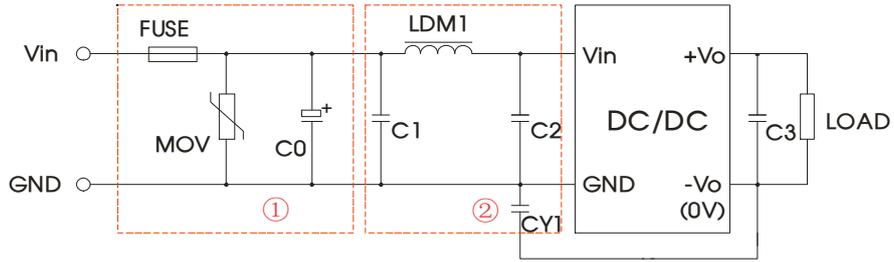

图 3
辐射骚扰	CISPR32/EN55032 CLASS A(裸机)/CLASS B (推荐电路见图 3-②)
脉冲群抗扰度	IEC/EN61000-4-4 ±2kV (推荐电路见图 3-①) perf. Criteria B
浪涌抗扰度	IEC/EN61000-4-5 line to line ±2kV (推荐电路图 3-①) perf. Criteria B
①图 3 中第①部分用于 EMS 测试; 第②部分用于 EMI 滤波, 可依据需求选择;
②若图中元器件无附其参数说明, 则此型号外围中不需要这个元器件。